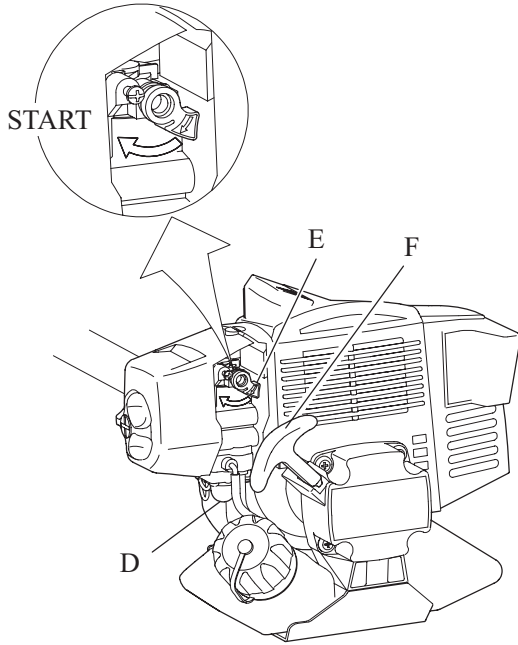
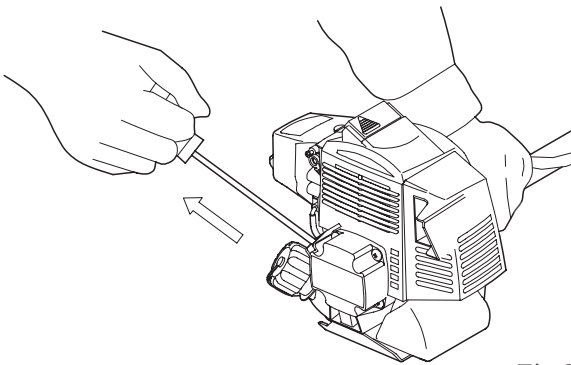

Fig.9-5
Fig.9-6
Pousser plusieurs fois la pompe d'amorçage (D) (Fig. 9-5). Mettre le levier de starter (E) sur la position “START” (Fig. 9-5).
Tirer fermement et rapidement la poignée du lanceur à rappel (F) jusqu'à ce que le moteur démarre (Fig. 9-6).
Pousser plusieurs fois la pompe d'amorçage (D: Fig. 9-5). Mettre le levier de starter (E: Fig. 9-5) sur la position "START" (Fig. 9-5).
Tirer fermement et rapidement la poignée du lanceur à rappel (F: Fig. 9-5) jusqu'à ce que le moteur démarre (Fig. 9-6).
REMARQUE: Si vous tirez le levier (I), le levier de starter (E: Fig. 9-5) reviendra de lui-même.